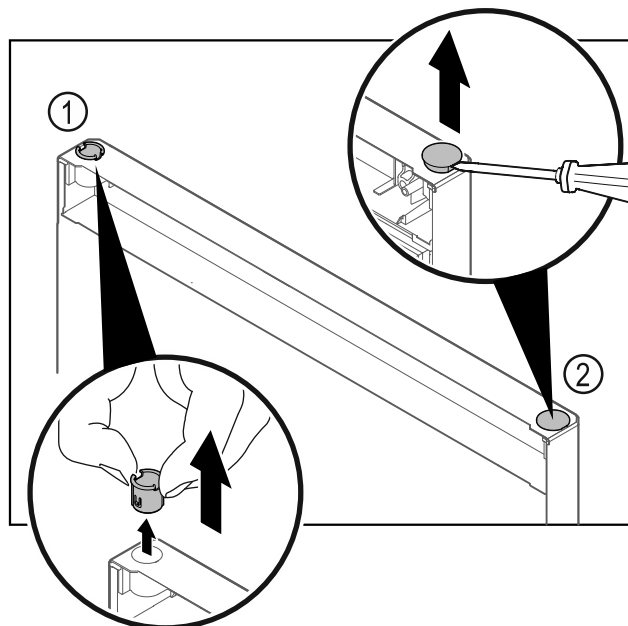

Fig. 28
- Estrarre la boccola cerniera Fig. 28 (1) con le dita.
- Con un cacciavite a testa a intaglio sollevare con cautela il tappo Fig. 28 (2) ed estrarlo.